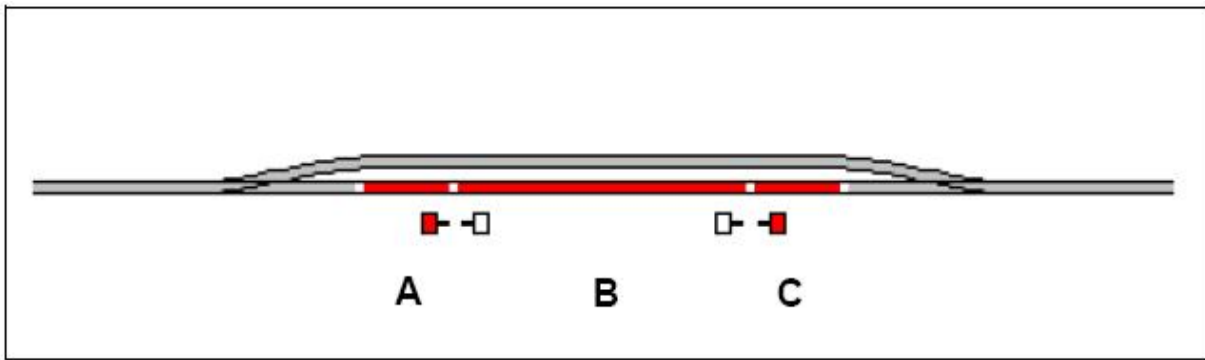
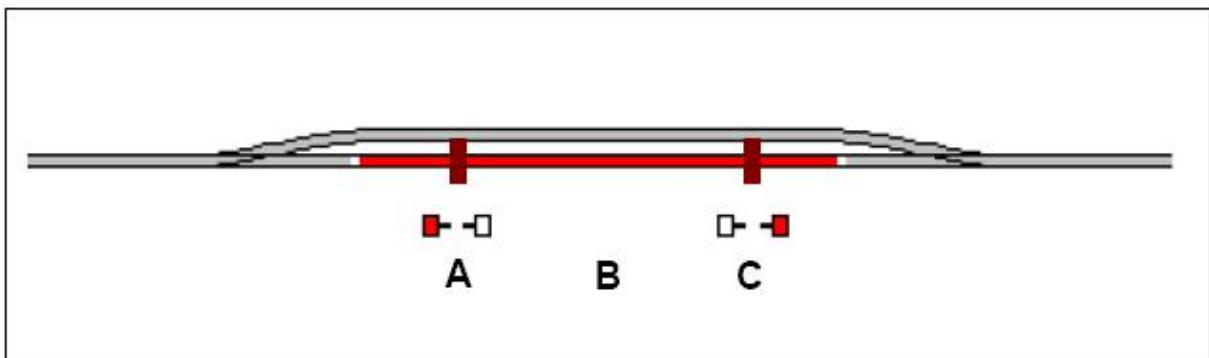
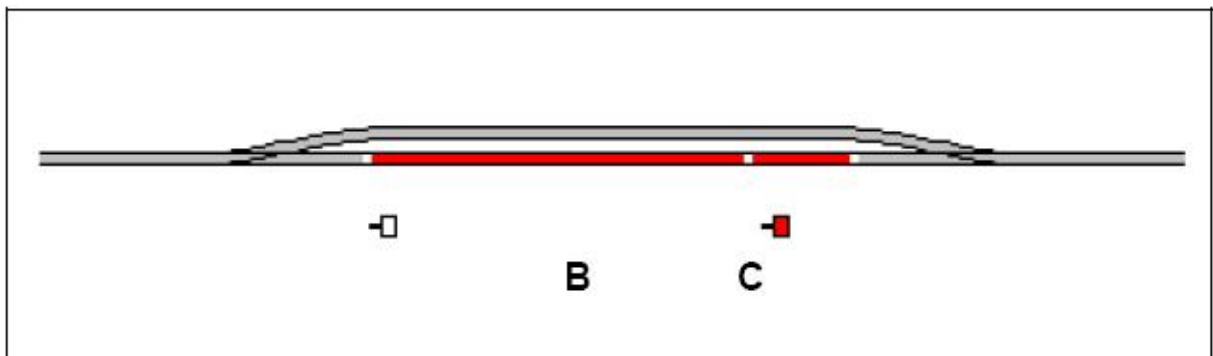

Figure 90 : Bloc avec trois détecteurs d'occupation
Figure 91 : Bloc avec un d tecteur d'occupation et deux d tecteurs momentan s
Figure 94 : Bloc avec deux détecteurs d'occupation
La configuration montr e dans la Figure 90 est la solution optimale d'un point de vue purement technique. Le bloc est indiqu  comme occup  tant qu'un train est plac  dans une des trois sections d'occupation. En plus, il serait m me possible de distinguer dans quel des trois sections A, B ou C un train est plac . Cependant, cette m thode est aussi relativement co teuse, parce que les d tecteurs d'occupation sont habituellement relativement chers et les rails doivent  tre coup s aux fronti res de chaque section d'occupation.
La Figure 91 montre un bloc g r  par un d tecteur d'occupation (B) et deux d tecteurs momentan s (A et C). Chacun de ces d tecteurs est associ    un indicateur de contact dans le logiciel appel  A, B et C. Tous les indicateurs sont assign s au m me bloc dans le logiciel. Le bloc est indiqu  comme occup  aussit t qu'un train entre dans la section B depuis une direction. Le bloc reste occup  jusqu'  ce que le train quitte la section B. L'indicateur A est en plus employ  comme indicateur d'arr t pour les trains circulant vers la gauche, C agit comme indicateur d'arr t pour les trains circulant vers la droite. Les deux indicateurs agissent en plus comme indicateurs de freinage dans les sens oppos s, respectivement. Les emplacements de A et C doivent assurer, que chaque train soit arr t  sans risque avant de toucher un des aiguillages. De l'autre c t  le plus long train doit compl tement entrer dans le bloc quand il est arr t . Pour cette raison A ou C, respectivement, o  les trains sont arr t s, doivent  tre plac s assez pr s des fronti res du bloc complet.
La configuration montr e dans la Figure 91 est habituellement moins ch re que celle montr e dans la Figure 90, parce que les contacts momentan s sont d'habitude moins chers que des d tecteurs d'occupation.
La Figure 94 a été tirée de la Figure 90 en éliminant le détecteur A. Il est considéré que le bloc est traversé depuis la gauche. B agit comme indicateur de freinage et C comme indicateur d'arrêt pour les trains circulant vers la droite.
Les configurations différentes discutées dans cette section sont seulement des exemples. Des configurations semblables à la Figure 94 ou à la Figure 139 peuvent aussi être réalisées avec des contacts momentanés au lieu de détecteurs d'occupation ou avec un mélange des deux types semblables à la Figure 91. On peut penser aussi à d'autres configurations. Il n'y a aucune méthode meilleure à l'installation d'un bloc. La solution optimale ne fait pas seulement référence à des exigences techniques, mais aussi aux équipements que vous disposez et à combien vous voulez dépenser pour de nouveaux équipements.